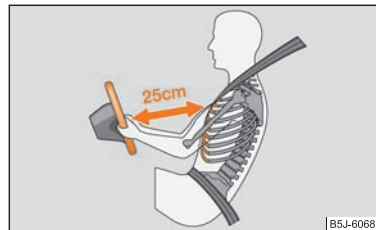

Fig. 116 Bonne distance par rapport au volant
- Il est important que le conducteur et le passager avant soient au minimum à 25 cm du volant et du tableau de bord ⇒ fig. 116. Les airbags ne peuvent pas vous protéger si vous en êtes plus près - danger mortel! Les sièges avant et les